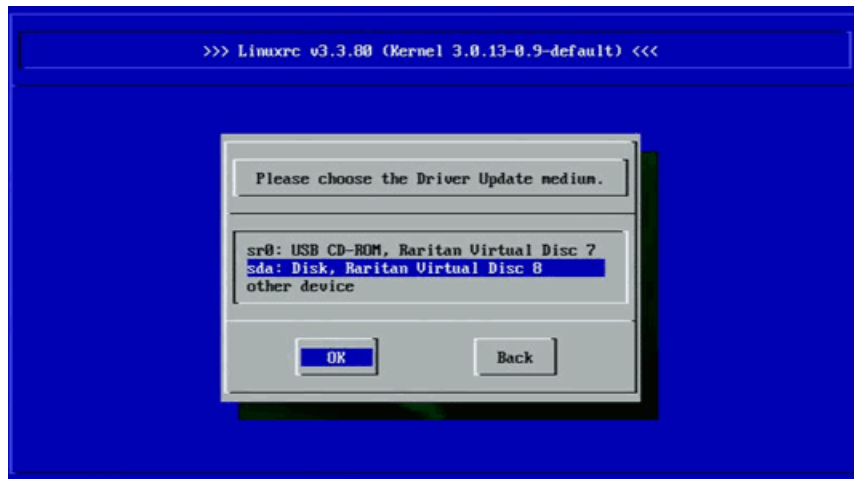
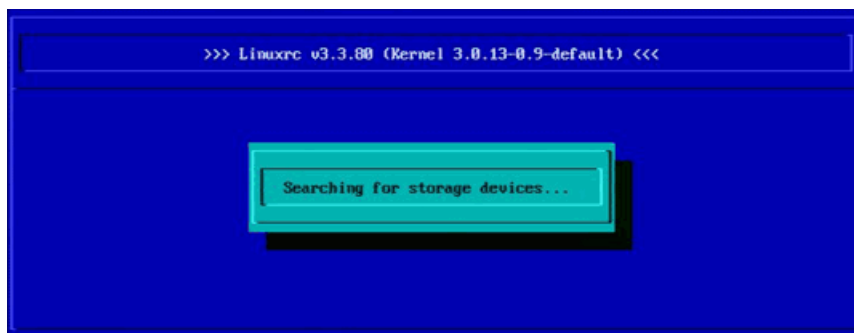

Figura 14-15. Seleção do meio de atualização do driver
Figura 14-16. Carregamento dos drivers
2. Siga os prompts para escolher o meio de atualização do driver (Figura 14-15) e carregue os drivers (Figura 14-16).